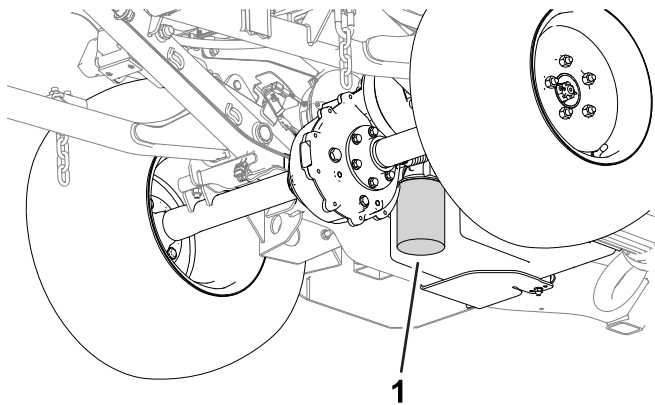

Figura 62
1. Limpie alrededor de la zona de montaje del filtro hidráulico (Figura 62).